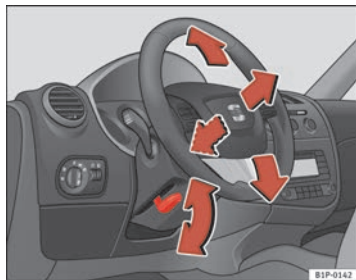

Abb. 114 Lenkradposition einstellen
- Schwenken Sie den Hebel ⇒ Abb. 114 unter der Lenksäule nach unten ⇒ ⚠.